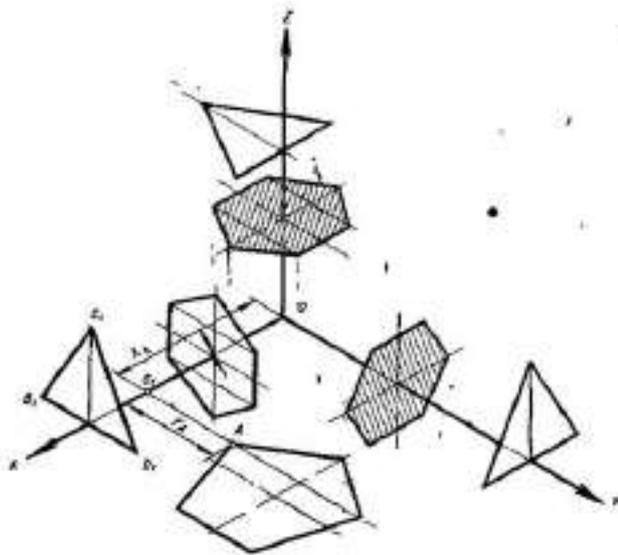
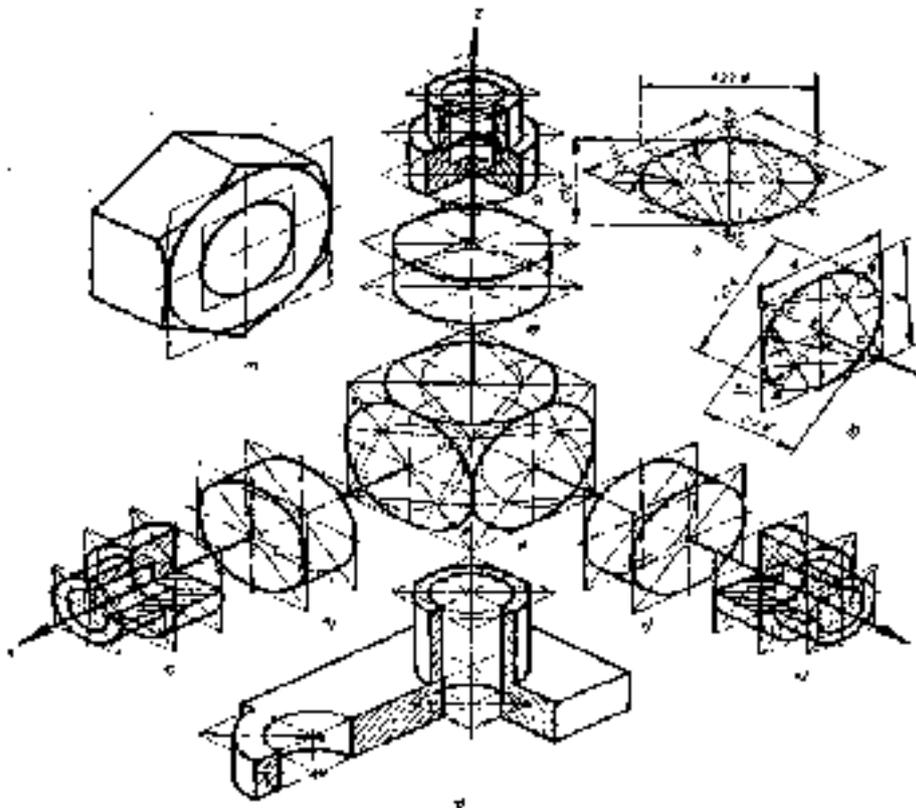

Рис.5.2
Рис.5.3
Изометрическую проекцию какой-либо плоской фигуры: треугольника (например, равностороннего треугольника, как показано на рис. 5.2), пятиугольника, шестиугольника и др., можно построить по точкам — вершинам (т. е. построением изометрических проекций вершин). На чертежах чаще встречаются плоские фигуры расположенные или на плоскости проекций  $H$ ,  $V$  и  $W$ , или на плоскостях, параллельных им. В этом случае построение изометрии фигуры несколько упрощается, так как одна из координат всех вершин фигуры будет одинакова (равна нулю или какой-либо постоянной величине). Так, у равностороннего треугольника  $A_1B_1C_1$  расположенного в плоскости, параллельной плоскости  $W$  (плоскости  $ZOY$ ) с основанием, лежащим на плоскости  $H$ , координаты  $X$  всех вершин одинаковы, а координаты  $Z$  вершин основания равны нулю. Если оси координат  $XO$ ,  $YO$ ,  $ZO$  проходят через точку пересечения осей симметрии фигуры (например, правильного заштрихованного шестиугольника), то координаты  $X$ ,  $Y$  или  $Z$  вершин, будут все одинаковы, а координаты  $ZX$ ,  $Y$  их — попарно равны. Фигура, расположенная на какой-либо плоскости проекции (например, пятиугольник на плоскости  $H$ ), строится в изометрии по вершинам, каждая из вершин—по двум координатам  $X$  и  $Y$ . Так, например, вершина  $A$  этого пятиугольника строится следующим образом. От точки  $O$  по направлению оси  $XO$  откладывается координата  $XA$ . Из конца отрезка  $Oa_1$  откладывается по направлению, параллельному оси  $YO$ , вторая координата  $YA$ . На конце ее получаем искомую изометрическую проекцию точки  $A$ . Окружности, расположенные в плоскостях, параллельных плоскостям проекций  $H$ ,  $V$ ,  $W$ , изображаются в аксонометрических проекциях в виде эллипсов. Во всех случаях изображения окружностей в виде эллипса малая ось эллипса должна быть перпендикулярна большой оси. Если окружность расположена в плоскости, параллельной плоскости  $H$ , то эллипс должен иметь: большую ось  $AB$  — горизонтальную, малую ось  $CD$  — вертикальную (рис. 5.3, з, г). Если окружность расположена в плоскости, параллельной плоскости  $V$  (рис. 5.3, з, д), то большая ось эллипса должна быть проведена под углом  $90^\circ$  к оси  $YO$ . Если окружность расположена в плоскости, параллельной плоскости  $W$  (рис. 5.3, з), то большая ось эллипса располагается под углом  $90^\circ$  к оси  $XO$ . Если считать, что окружности вписаны в квадраты, а изометрические проекции квадратов являются ромбами, то большие оси всех указанных трех эллипсов будут направлены по большим диагоналям этих ромбов (рис. 5.3,з). При построении изометрической проекции предмета без сокращения по осям  $X$ ,  $Y$ ,  $Z$  длина большой оси эллипса берется равной  $1,22$  диаметра изображаемой окружности (рис. 5.3, г, д). Длина малой оси эллипса равна  $0,7$  этого диаметра (рис. 5.3, г и д).
Построение овала по большой и малой его осям производят таким образом (рис. 5.3, г): 1) проводят две оси — горизонтальную и вертикальную и две изометрические оси  $OX$  и  $OY$ ; 2) из точки  $O$  по осям  $OX$  и  $OY$  откладывают отрезки, равные радиусу данной окружности; 3) через концы этих отрезков проводят прямые, параллельные осям  $OX$  и  $OY$ , до взаимного пересечения; 4) из центров  $O_1$  и  $O_2$  радиусами, равными  $R$ , проводят дуги окружностей овала, проходящие касательно сторонам ромба; 5) из точки  $O$  радиусом  $OC$ , равным половине длины малой оси овала, проводят дугу окружности. В точке пересечения этой дуги с большой осью овала получают центры  $O_3$  и  $O_4$  дуг малого радиуса  $R_{\text{овала}}$ ; 6) соединяют прямыми точки  $O_3$  и  $O_4$  с точками  $O_1$  и  $O_2$ ; получают точки сопряжений дуг овала — точки  $m$  и  $m_1$ ; 7) из центров  $O_3$  и  $O_4$  проводят дуги радиусами  $R_1$ , равными расстоянию  $O_3m$ . Упрощенный метод построения овалов в изометрии представлен на рис. 5.3, а, б, в.1. Проводят вертикальную и горизонтальную оси. Точки их пересечения  $O$ . 2. Из этой точки  $O$  проводят две вспомогательные концентричные окружности радиусами, равными половине длины большой и малой осей. 3. Точки  $O_1$  соединяют прямыми с точками  $p$ .
5. Эти дуги сопрягают дугами радиусов  $r$ , равных  $O_1m$ , проведенных из центра  $O_1$ . Рис. 5.3, в, ж, и иллюстрирует построение овалов у цилиндров и заготовки-шестигранной гайки (рис. 5.3, а). На рис. 5.3, б, е, к показано построение овалов у полой детали — стакана и выполнены разрезы стакана со штриховкой. Внизу показана полая деталь — корпус (рис. 5.3, л) с разрезом, выполненным по осям отверстий. При построениях части эллипса или овала, при вычерчивании в аксонометрических проекциях моделей или деталей необходимо предварительно выполнить построение целого эллипса (овала), как показано на рис. 5.3